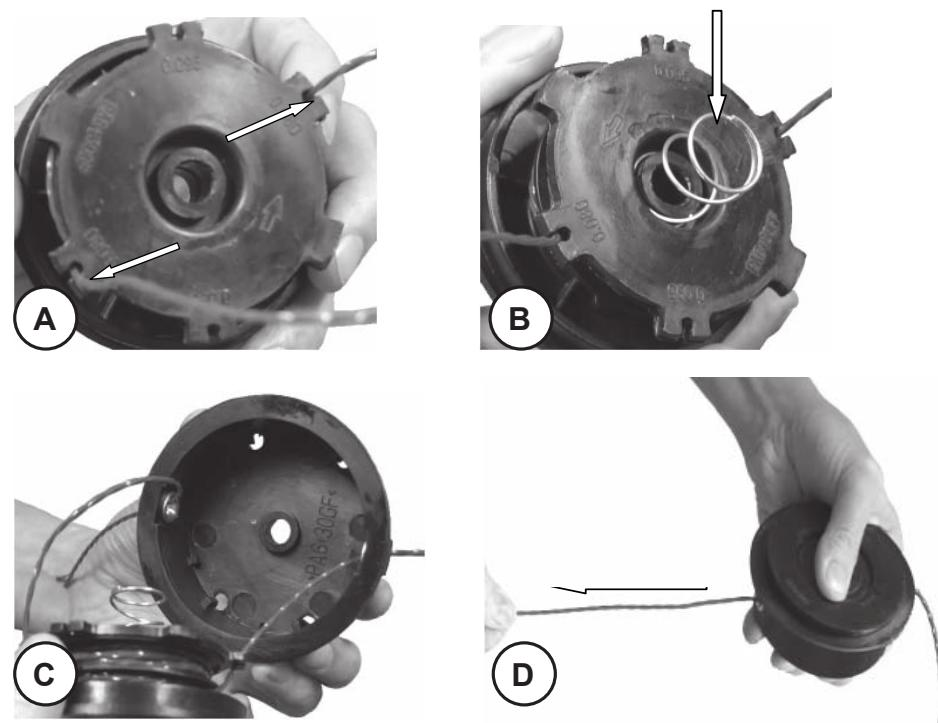

Рис.7
4. Закрепите корд в разъемах на катушке (Рис6Д, Рис.7А)
6. Вставьте концы лески в отверстия на корпусе катушки и установите катушку в корпус( Рис.7С)